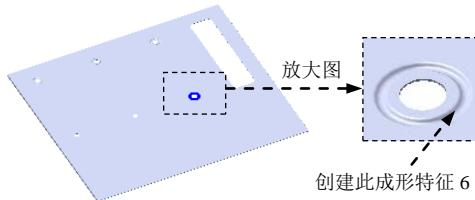

图 17.10.72 创建成形特征 6
Step18. 创建图 17.10.72 所示的成形特征 6，详细操作过程参见 Step12。